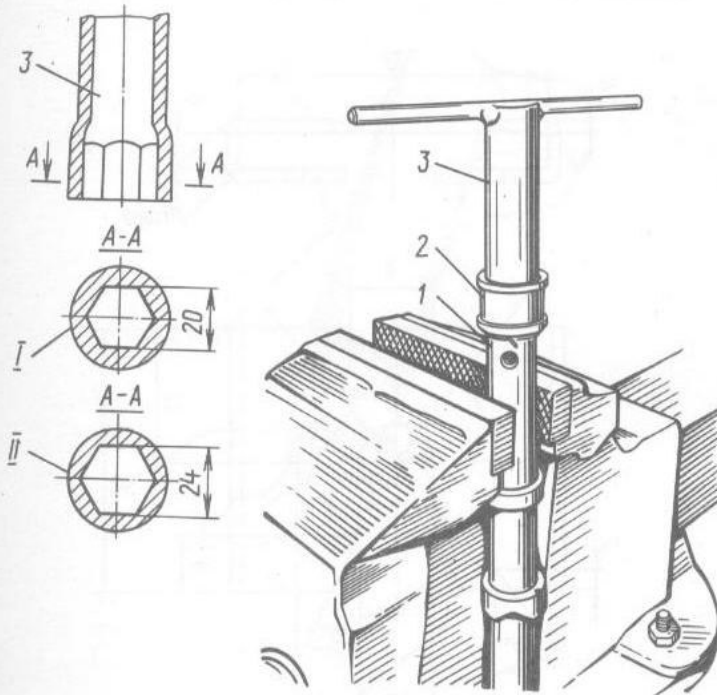

Bild 4-26. Losschrauben der Mutter zur Befestigung des Kolbens an Kolbenstange:
- Befestigungsmutter des Kolbens 2 (Bild 4-26) an Stange 1 mit Schlüssel 3 losschrauben und Kolben 14 (siehe Bild 4-17), Drosselscheibe 13, Überströmventil 12 und dessen Feder 11 ausbauen;